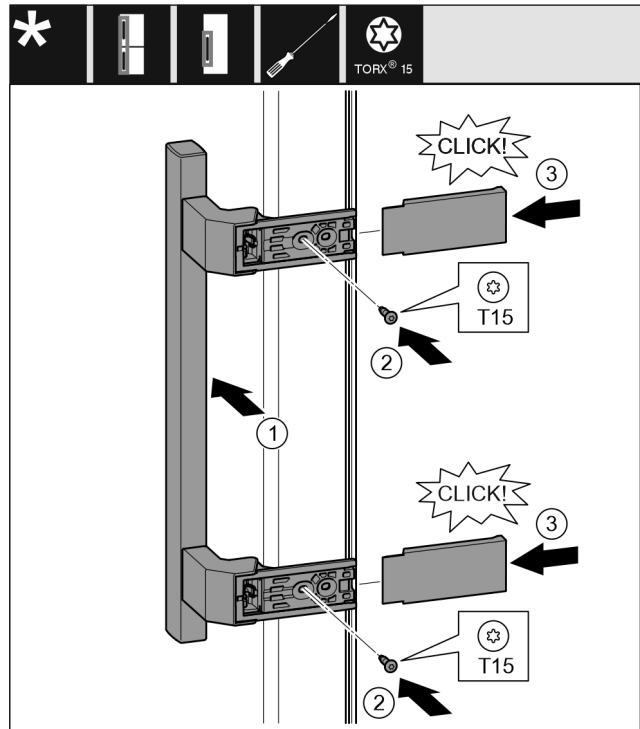

Fig. 40
- ▶ Greep op de tegenoverliggende zijde aanbrengen. Fig. 40 (1)
- ▶ Schroeven met schroevendraaier T15 vastschroeven. Fig. 40 (2)
- ▶ Afdekkingen zijdelings aanbrengen en erop schuiven. Fig. 40 (3)